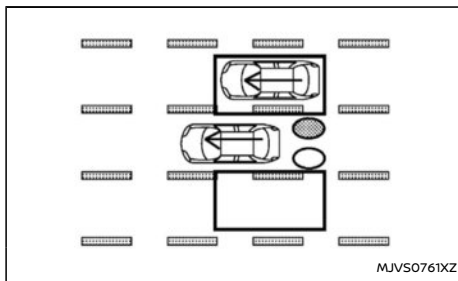

Figura 9 Entrando lateralmente
**Figura 9:** Se il sistema Intelligent Blind Spot Intervention è attivo e il vostro veicolo si sta avvicinando alla linea di demarcazione mentre un altro veicolo si trova nell'area di rilevamento, la spia BSW a LED e l'indicatore BSW lampeggiano e vengono emessi tre segnali acustici. Successivamente, il sistema Intelligent Blind Spot Intervention applica selettivamente una lieve frenata sul lato della vettura interessato per riportare l'auto al centro della corsia di marcia.